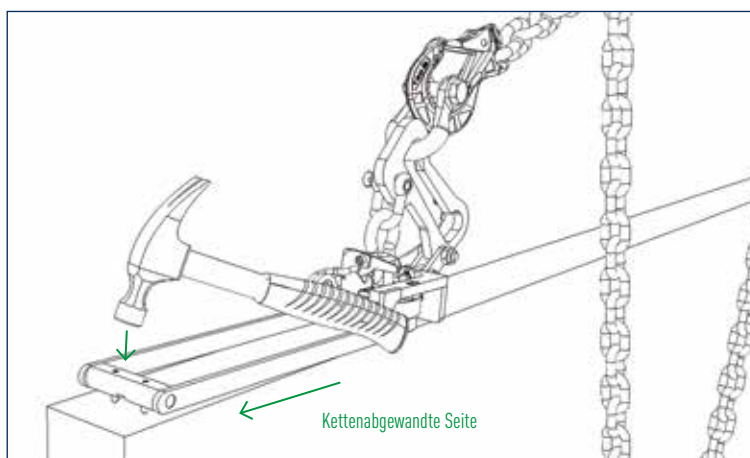

Abb. 2a
- c) Einschlagen der Dorne lt. Abb. 2a.
- d) Positionierung des großen Schäkels in die Hebeposition lt. Abb. 2a / 2b.